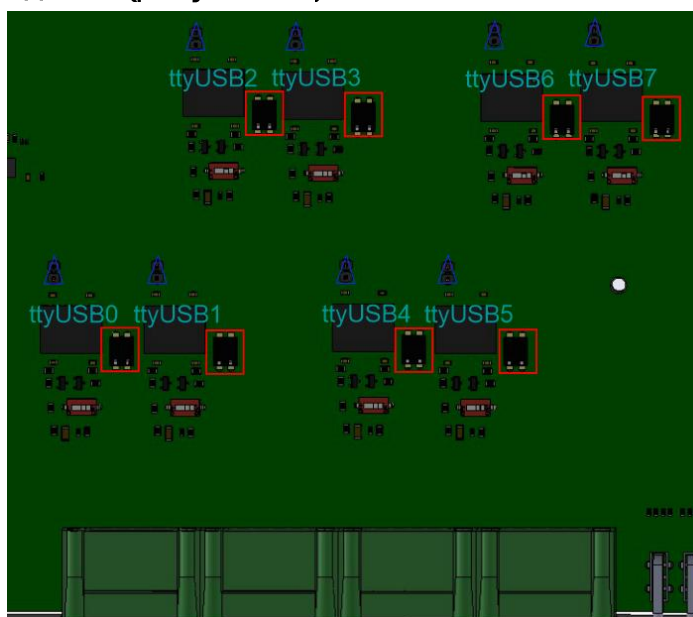

Рисунок 2.5 – Механическое переключение режимов RS-422/485
1. Подключить оборудование через интерфейсы RS-422/485 через клеммы входящие в состав комплекта поставки Изделия в соответствующие разъемы. Переключение режимов работы портов RS-422/485 в модификации «LAZARUS UVON» осуществляется путем механического переключения перемычек на плате под крышкой Изделия (рисунок 2.5).